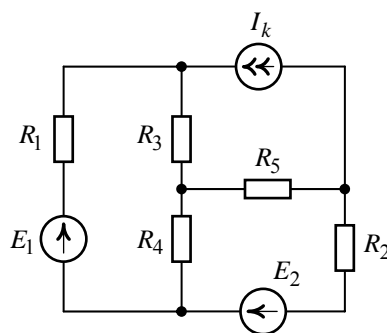

Рис. 4.3
Для схемы, рис. 4.3, пользуясь методом контурных токов, определить все токи, если $E_1 = 36 \text{ В}$, $E_2 = 67 \text{ В}$, $I_k = 0,1 \text{ А}$, $R_1 = 400 \text{ Ом}$, $R_2 = 200 \text{ Ом}$, $R_3 = 250 \text{ Ом}$, $R_4 = 600 \text{ Ом}$, $R_5 = 300 \text{ Ом}$.
1. Схема (рис. 4.3) содержит шесть ветвей ($m_b = 6$), четыре узла ($n_y = 4$). Одна ветвь содержит источник тока I_k ($n_T = 1$).